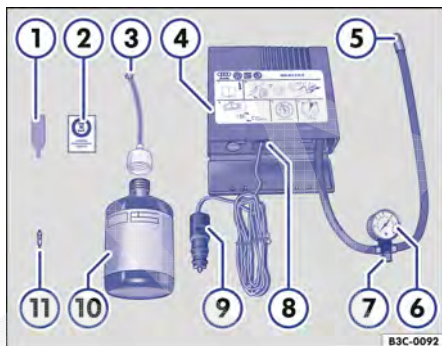

Fig. 322 Representação esquemática: componentes do kit de reparo dos pneus.
O kit de reparo pode estar em diferentes lugares do veículo, por exemplo, em um porta-objetos lateral no compartimento de bagagem ou embaixo do assoalho do compartimento de bagagem. Ele é composto pelos seguintes componentes → Fig. 322:
12. Colar a etiqueta adesiva → Fig. 322 (2) do kit de reparo dos pneus no campo de visão do condutor no painel de instrumentos.
- Com a chave para remoção do elemento da válvula → Fig. 322 (1), desenroscar o elemento da válvula da válvula do pneu e colocá-lo sobre uma superfície limpa.
- Agitar a garrafa para enchimento dos pneus → Fig. 322 (10) algumas vezes com força.
- Rosquear a mangueira de enchimento → Fig. 322 (3) com firmeza no sentido horário sobre a garrafa para enchimento dos pneus. A película na tampa é perfurada automaticamente.
- Remover a vedação da tampa da mangueira de enchimento → Fig. 322 (3) e introduzir a extremidade aberta totalmente na válvula do pneu.
- Rosquear novamente o elemento da válvula com a chave para remoção do elemento da válvula → Fig. 322 (1) na válvula do pneu.
- Rosquear a mangueira de enchimento dos pneus → Fig. 322 (5) do compressor de ar com firmeza na válvula do pneu.
- Verificar se o parafuso de sangria de ar → Fig. 322 (7) está fechado.
- Encaixar o conector do cabo → Fig. 322 (9) em uma tomada 12 V do veículo → Página 290. ▶
- Ligar o compressor de ar com o interruptor LIGA-DESLIGA → Fig. 322 ⑧.
- Deixar o compressor de ar funcionar até atingir 2,0 – 2,5 bar (29 – 36 psi / 200 – 250 kPa) → **▲. Tempo de funcionamento máximo de 8 minutos** → ①.
Reconectar a mangueira de enchimento dos pneus → Fig. 322 ⑤ e ler a pressão dos pneus no manômetro de pressão dos pneus → Fig. 322 ⑥.